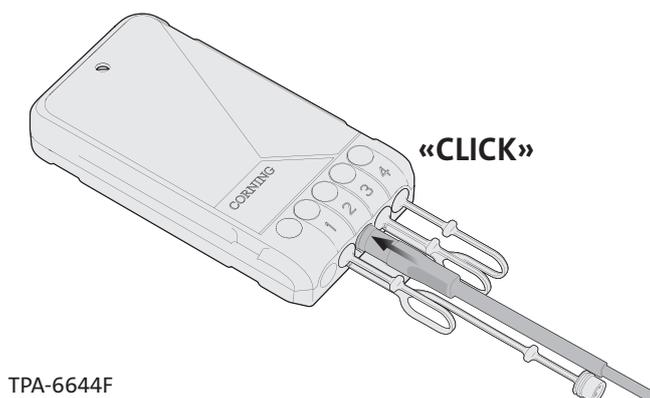

Figure 25
Étape 3 : insérer le connecteur de dérivation dans le port du terminal jusqu'à ce que le bouton clique et que le verrouillage s'enclenche (Figure 25).